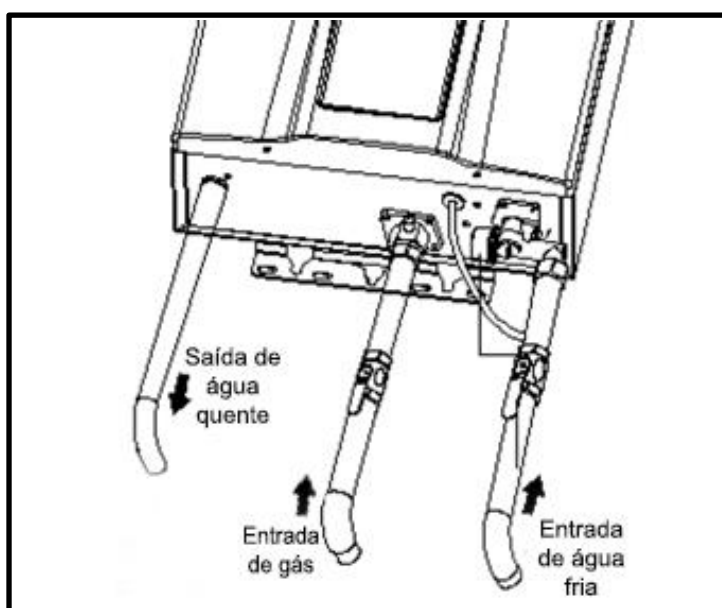

Fig. 10
2. Instalação de tubos de água e gás (Fig. 10)